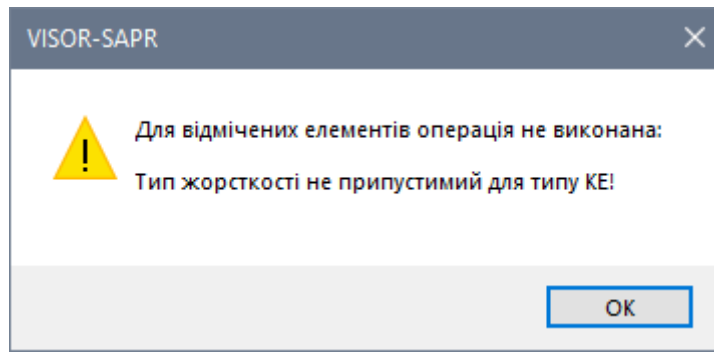

Рис. 18.9. Діалогове вікно VISOR-SAPR
- У діалоговому вікні з попередженням (рис. 18.9) натисніть кнопку **ОК**.